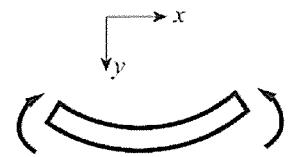
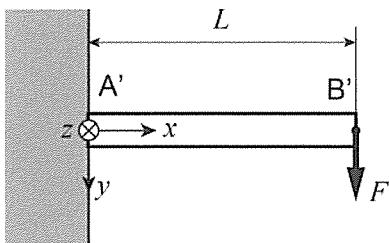

図5
図6
- (2) 位置 x の断面での曲げモーメント $M(x)$ を求める、曲げモーメント線図を描け。ただし、図5のように、はりを下に凸に曲げるモーメントを正とする。
- (3) 区間ACのx軸に垂直な断面について、平均せん断応力 τ_{AC} と、垂直応力の最大値 σ_{AC} をそれぞれ求めよ。また、区間CBのx軸に垂直な断面について、平均せん断応力 τ_{CB} と、垂直応力の最大値 σ_{CB} もそれぞれ求めよ。なお、垂直応力は、引張を正、圧縮を負として答えよ。
- (4) 区間AC内において、x軸に垂直な断面の図心($y=z=0$)でのせん断応力は、その断面の平均せん断応力 τ_{AC} の1.5倍である。このとき、区間AC内の図心でのせん断応力が最大となる面の方向(その面の法線とx軸のなす角の大きさ α)と、そのせん断応力 τ_{max} を求めよ。
- (5) 自由端Bでのy軸方向変位 y_B を求めよ。なお、軸力によるはりの伸びはたわみに比べて小さく無視できる。また、図6に示すように、長さ L の片持ちはりの自由端B'に集中荷重 F が加えられたとき、自由端でのy軸方向変位は $FL^3/(3EI)$ 、たわみ角は $FL^2/(2EI)$ であることを用いてよい。